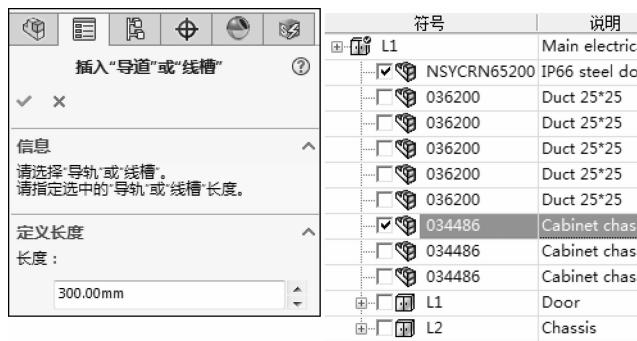

图 11-8 设定尺寸
**步骤 7 设定尺寸** 单击【定义长度】，输入 300.00mm，单击【确定】。在 034486 设备名称旁边出现了复选框，如图 11-8 所示。